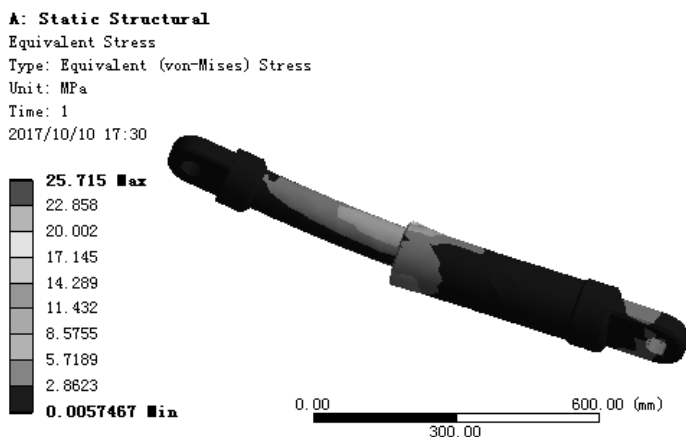

图 7.6.38 应力结果图解
(1) 求解分析。在顶部的工具栏中单击 **Solve** 按钮求解分析。
(2) 查看应力结果图解。在“Outline”窗口中选中 **Equivalent Stress**，查看图 7.6.38 所示的总应力结果，其最小应力为 0.0057467 MPa，其最大应力为 25.715 MPa。